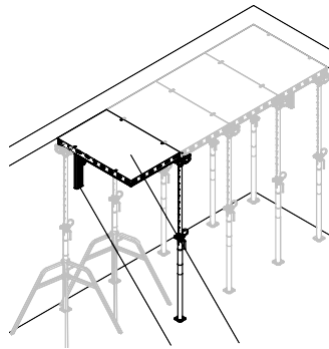

Fig. D2.08
4. Осигурете всеки трети елемент с държача DUO 82 (26)! (Fig. D2.08)
- Кофражът за плочи се монтира ред по ред с промяна на посоката. (Fig. D2.08)